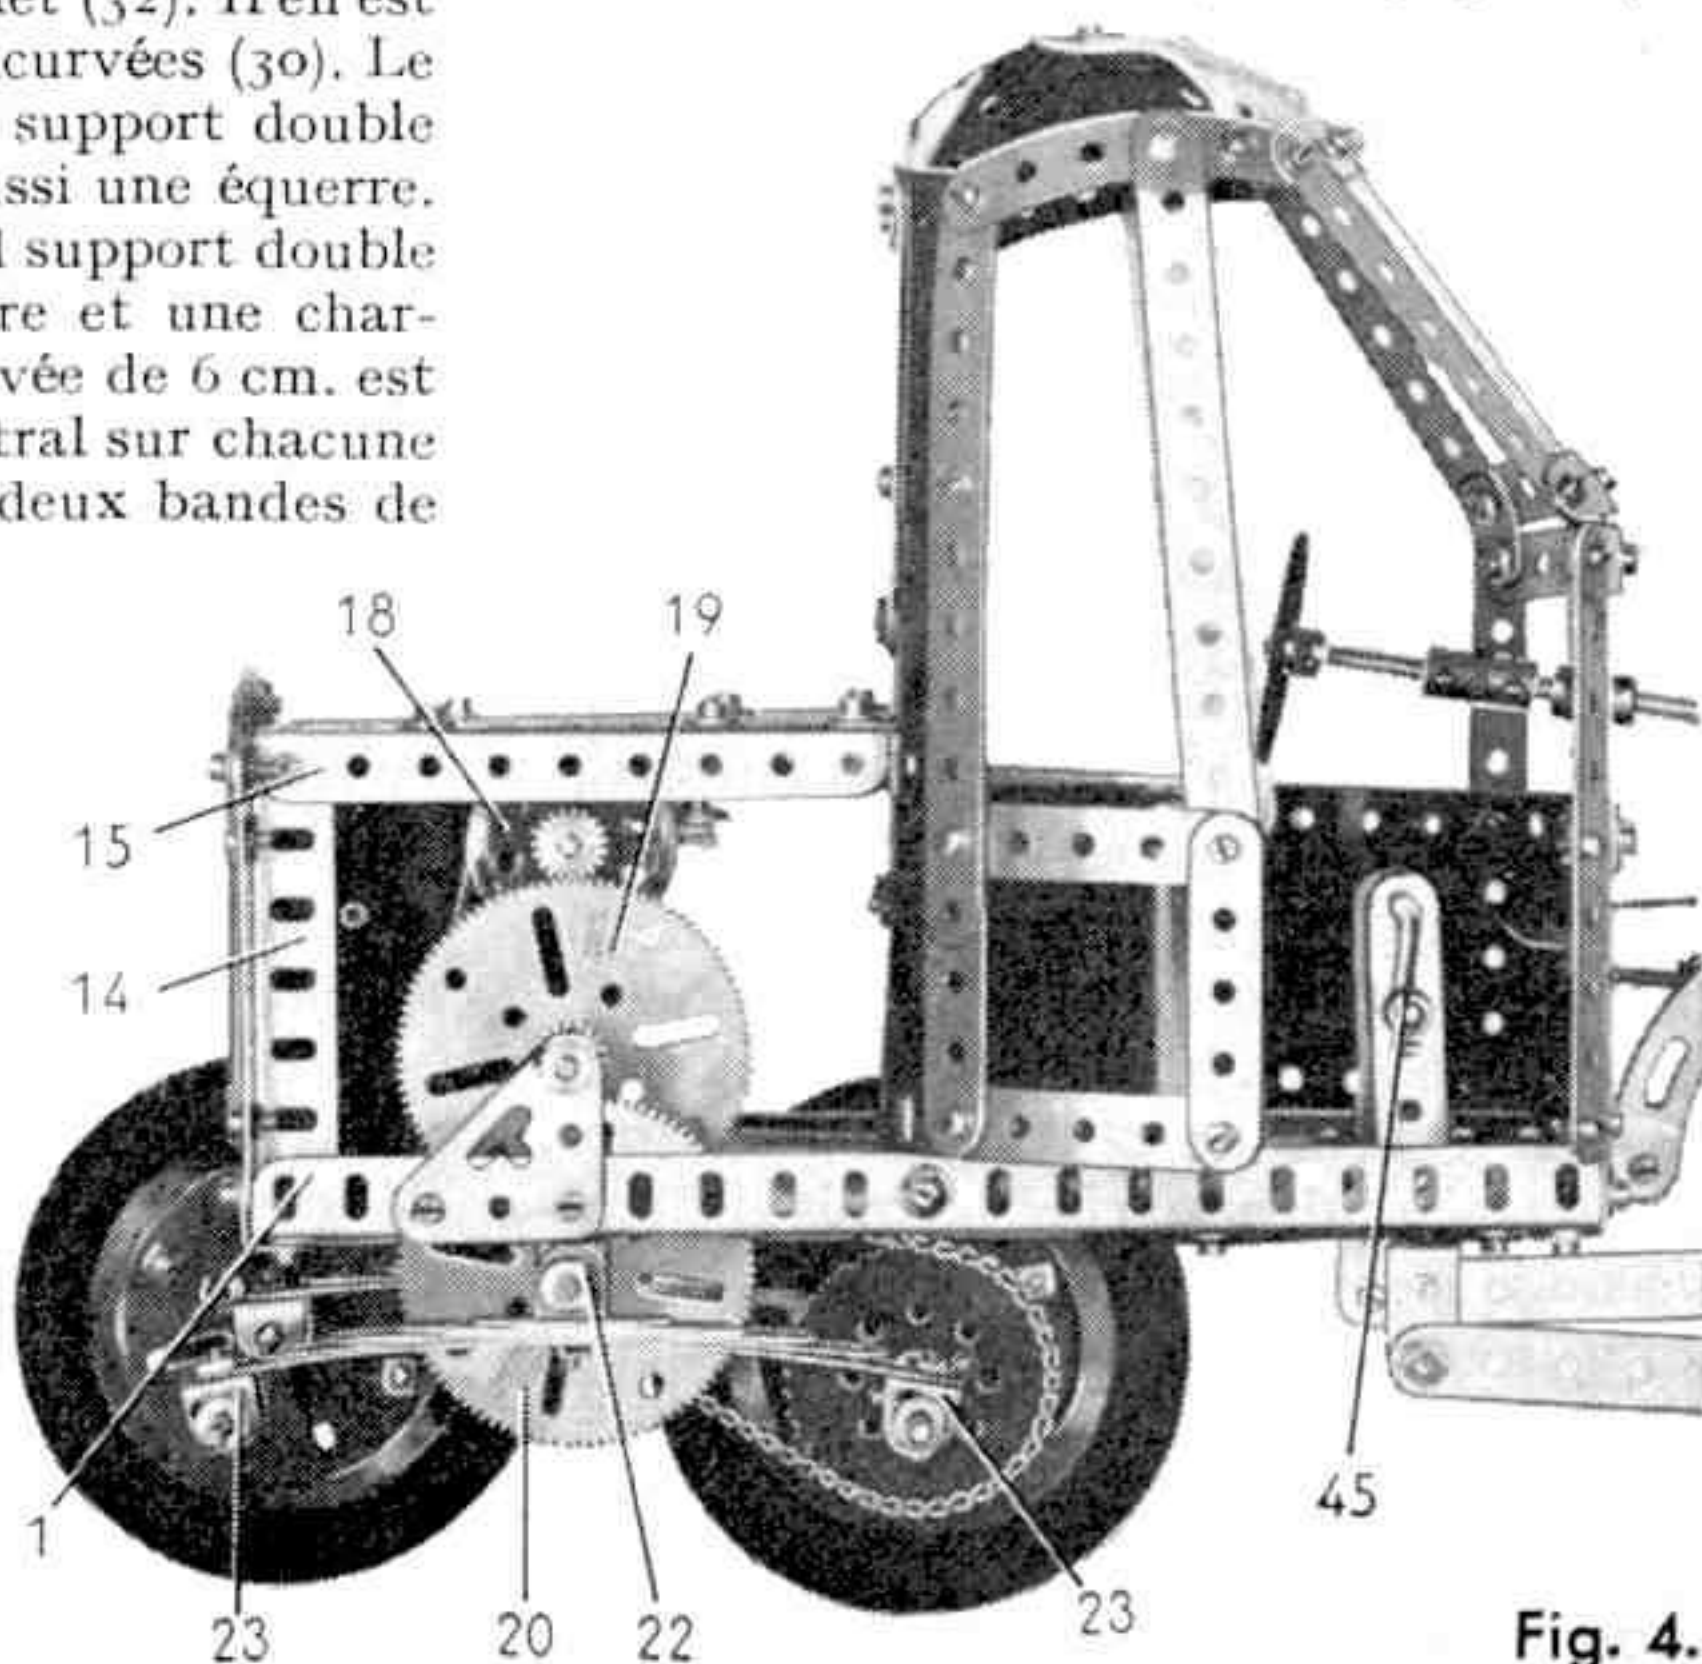

Fig. 4.
La hauteur et l'angle du bouclier se commandent par l'intermédiaire d'une corde attachée au cercle (38) supérieur. La corde passe sur une poulie de 12 mm. portée entre les bandes (26) de l'arc par une tringle de 2,5 cm. La corde traverse ensuite la plaque (8) et est fixée à une manivelle de 90 mm. (45) par un ressort d'attache (fig. 4). La manivelle (45) tourne dans deux bandes de 5 trous boulonnées verticalement sur les cornières (2) du châssis.
(17) est articulée par contre-écrou sur son levier afin qu'on puisse le commander de l'extérieur.
Une poulie de 12 mm. montée sur l'arbre moteur est reliée par une courroie à une poulie de 38 mm. (18) (fig. 4). La poulie de 18 mm. est bloquée, ainsi qu'un pignon de 19 dents sur une tringle de 9 cm. qui tourne dans les flasques du moteur. Ce pignon entraîne une roue de 95 dents (19). La roue (19) est portée par une tringle de 13 cm. qui tourne dans les flasques du moteur et dans un grand gousset d'assemblage boulonné sur une cornière (1) du châssis. La tringle est munie d'un pignon de 19 dents qui entraîne une seconde roue de 95 dents (20). La roue (20) est montée sur une tringle de 16,5 cm. qui tourne dans des équerres boulonnées sous les cornières (1). La tringle porte également une roue de chaîne de 18 dents (21).